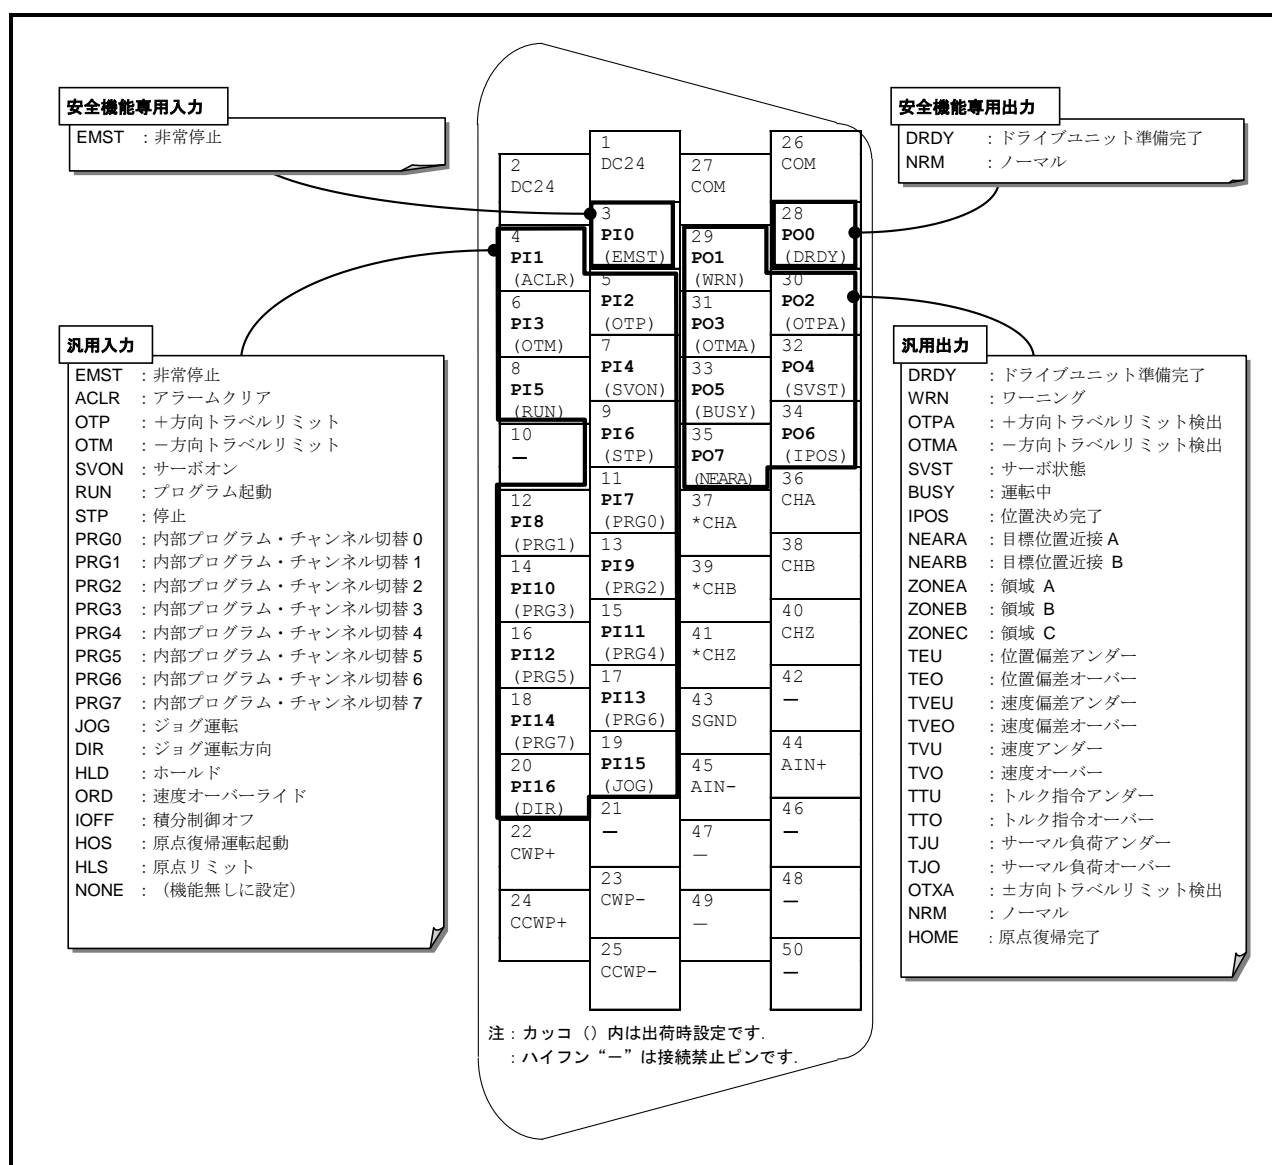

図 2-34 : CN2 ピン配列
- CN2 : 制御入出力コネクタ のピン配列を「図 2-34 : CN2 ピン配列」に示します。 (工場出荷時の状態)